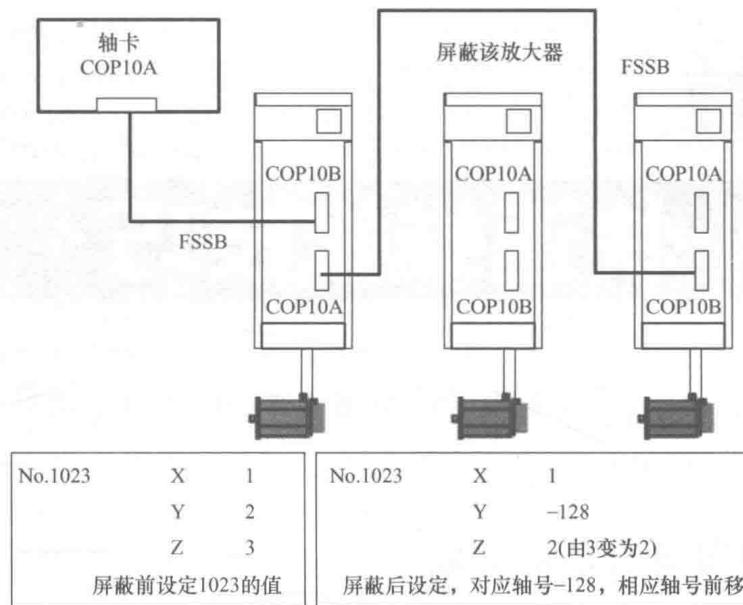

图 1-2
**屏蔽放大器的方法：**如果一个驱动器有故障或不使用，可以将其 FSSB 光缆拔下，参数 1023 的值改为 -128，其余轴参数前移（参数 1023 可设定各轴的轴号），如图 1-2 所示。